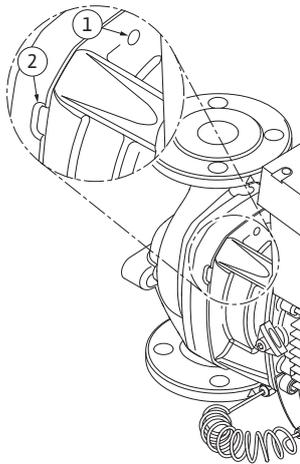

Fig. 51: Orifícios roscados e ranhuras para afastar o conjunto de encaixe do corpo da bomba
13. Afastar o conjunto de encaixe (ver Fig. 13) do corpo da bomba. Para o efeito, recomenda-se a utilização de dois orifícios roscados (Fig. 51, pos. 1), sobretudo para soltar o alojamento. Para soltar o alojamento, introduzir parafusos adequados nos orifícios roscados. Se o conjunto de encaixe se mover com facilidade, podem ser utilizadas adicionalmente ranhuras (Fig. 51, pos. 2) entre o corpo da bomba e a lanterna para o afastamento (para isso, colocar, p. ex., duas chaves de fendas e utilizá-las como alavanca). Após um curso de afastamento de cerca de 15 mm, o conjunto de encaixe já não é conduzido no corpo da bomba.